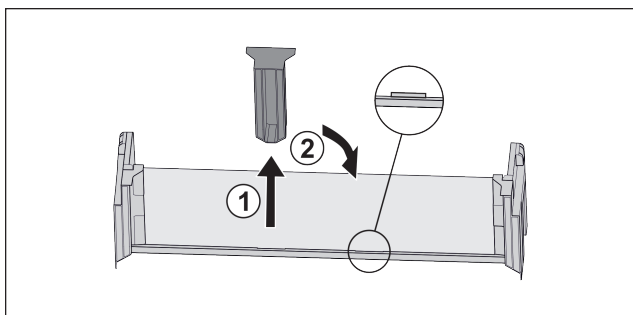

Fig. 18*
- ▶ Stáhněte prostřední přídržný díl Fig. 18 (1).*
- ▶ Vložte prostřední přídržný díl do druhé polohy Fig. 18 (2).*